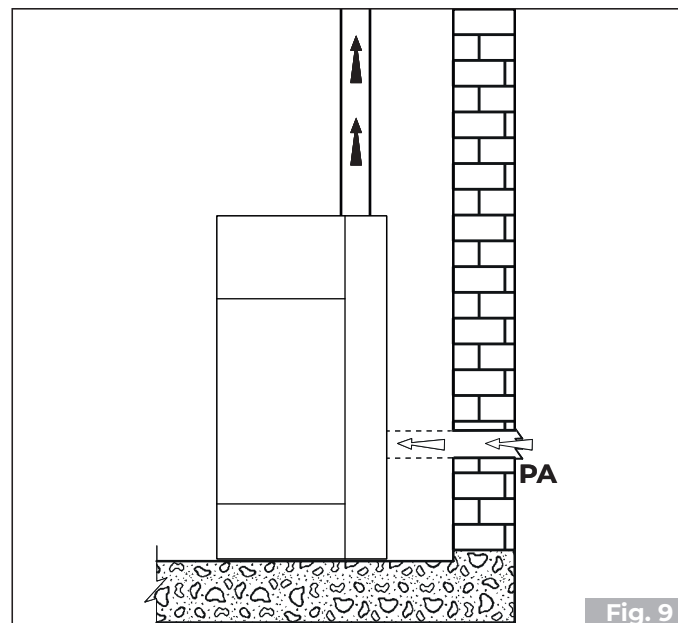

Fig. 9
- il peut provenir du lieu d'installation ou de pièces voisines (**Fig. 9**)
Réaliser la prise d'air sur le mur (**Fig. 9 - PA** = = Prise d'Air) et laisser l'appareil libre de prélever l'air dans la pièce, en veillant à raccorder le tronçon de tuyau annelé sur le tuyau d'arrivée d'air, s'il est fourni, et à le fixer avec le collier de serrage en le pliant légèrement vers le bas afin de prévenir tout effet de résonance.